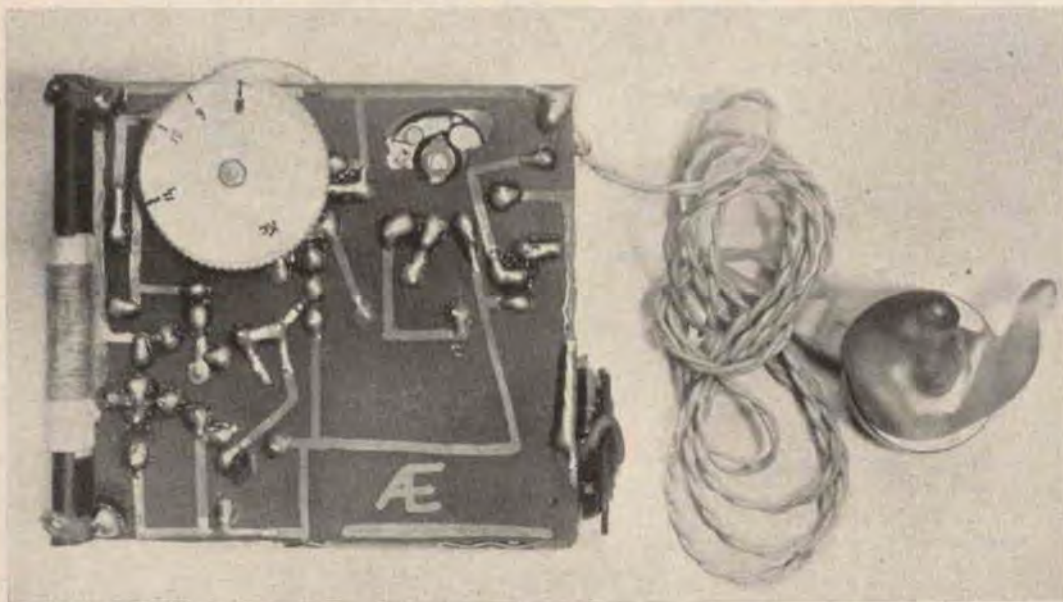

Fig. 6 - Esempio di circuito stampato finito
6) si eseguono i fori per il variabile e il ritaglio per il collocamento del potenziometro. Il circuito stampato si presenterà così come nella foto di fig. 6. (Se nella fase 3 oltre al circuito stampato si è disegnato qualche altra cosa come sigla e data, questa resterà alla fine del processo come nella foto di fig. 6).